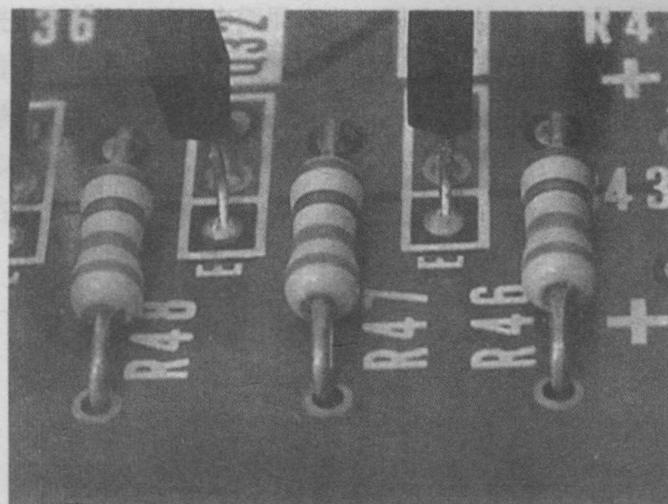

图 1-6 碳膜电阻
(1) 碳膜电阻。碳膜电阻就是将碳在真空高温的条件下分解的结晶碳蒸镀沉积在陶瓷骨架上制成的电阻，碳膜电阻的外形如图 1-6 所示。其中间是一个陶瓷的实芯体，在陶瓷的外面有一层碳膜，也就是在真空高温条件下蒸镀的晶体碳，通过控制碳膜的厚度和刻槽来控制电阻值的大小。在碳膜电阻引线的两边都有端帽，碳膜的两端具有一定的电阻值，它的数值用色环标志在电阻的表面上，颜色不同、位数不同，则表示的数值也不同。当看到电阻表面上色环的颜色后就会知道电阻器的阻值，这就是碳膜电阻的基本结构。碳膜电阻的电压稳定性好、造价低，普通电子产品中大多采用碳膜电阻。
(2) 金属膜电阻。金属膜电阻就是将金属或合金材料在真空高温的条件